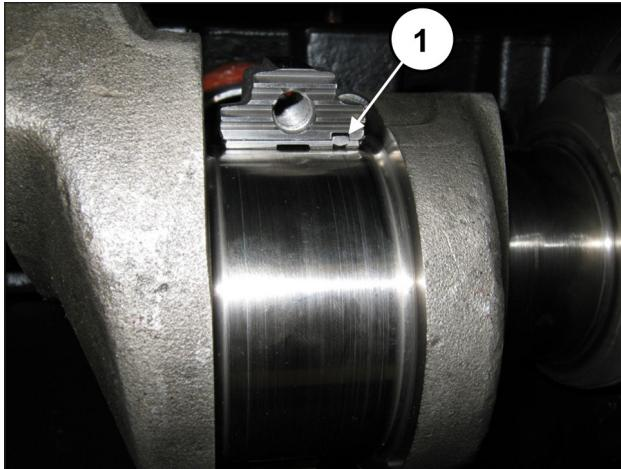

Abb. 68
Stellen Sie für einen vorschriftsmäßigen Einbau der Lagerschalen sicher, dass die Bezugsmarkierung der Lagerschalen in der entsprechenden Aufnahme an der Pleuelhälfte zu liegen kommt (Pos. ①, Abb. 68).